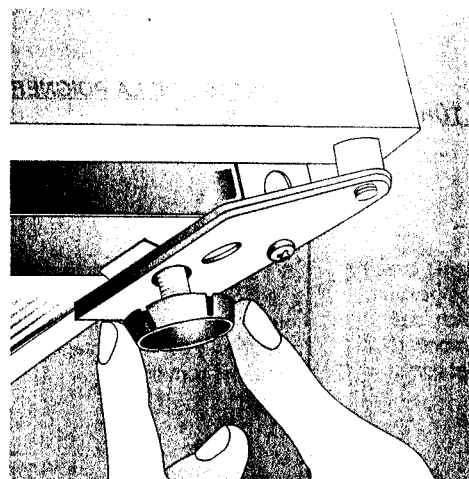

Fig.1
regolabili (Fig.1).
the appliance (Fig.1).
4) Nivelier l'appareil en vous servant des pieds avants qui sont réglables (Fig.1).
4) Equilibre la posición del aparato valiéndose de los pies regulables anteriores (Fig.1).
4) Equilibre o aparelho servindo-se dos pés anteriores reguláveis (Fig.1).